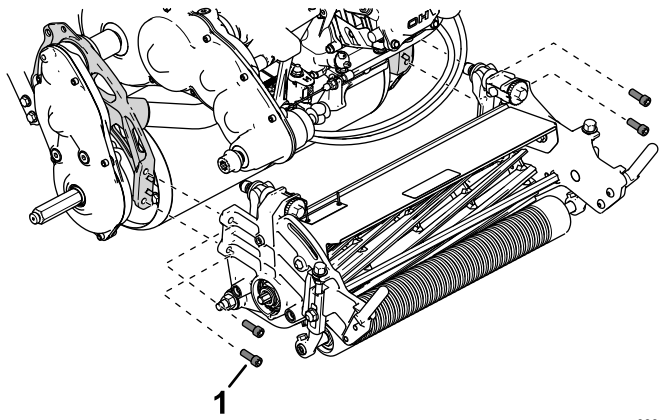

図4
3. ソケットヘッドねじ4本でカッティングユニットを機体に取り付ける **図4**。